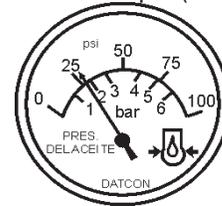

Figura 48. Medidor de presión de aceite
14. El medidor de presión del aceite (Figura 48) indicará la presión del aceite del motor (kg/cm2). Bajo condiciones normales de operación, la presión del aceite es de aproximadamente 28 ~71 psi (193 ~490 kPa).